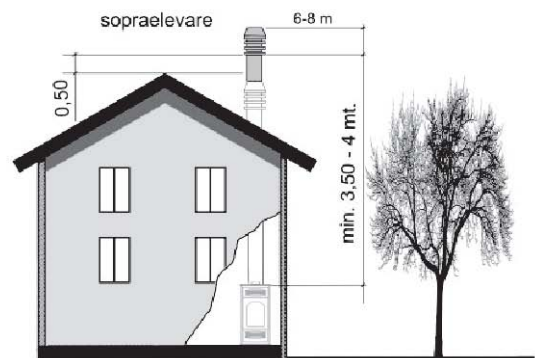

Fig.4
-Il comignolo deve essere posizionato in modo da garantire un'adeguata dispersione e diluizione dei prodotti della combustione e comunque al di fuori della zona di reflusso. Tale zona ha dimensioni e forme diverse in funzione dell'angolo di inclinazione della copertura, per cui risulta necessario adottare le altezze minime riportate in fig.4 e in fig.5.
- Il comignolo dovrà essere del tipo antivento e superare l'altezza del colmo fig.4 e fig.5.
-Eventuali fabbricati od altri ostacoli che superano l'altezza del comignolo non dovranno essere a ridosso del comignolo stesso (fig.4).